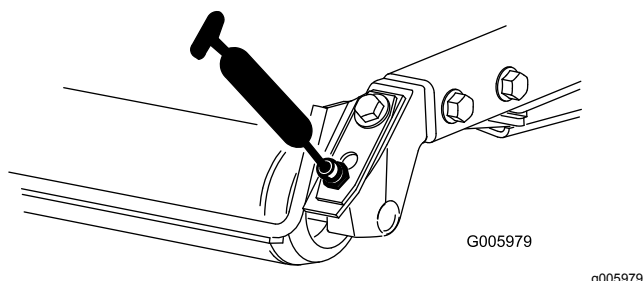

Figura 26
- Cuscinetti a rulli posteriori (2 per apparato di taglio) (**Figura 26**)